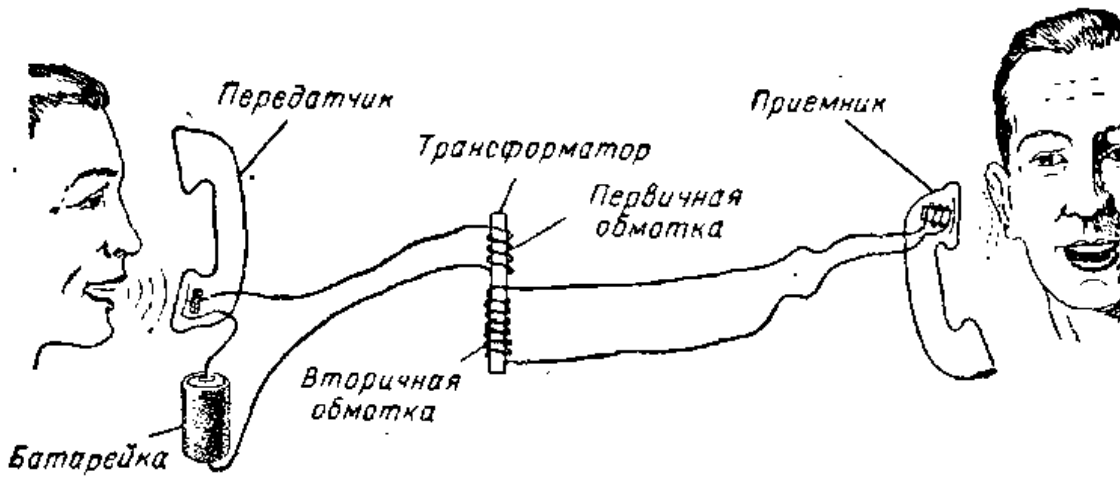

Рис. VI.8. Простая телефонная линия с повышающим трансформатором для связи микрофона с телефоном
**Простая телефонная линия.** Чтобы соединить микрофон с телефоном, обычно используют повышающий трансформатор. Этот трансформатор значительно повышает небольшое напряжение, создаваемое микрофоном, и подает его на телефон (рис. VI.8). Первичная обмотка трансформатора соединена с микрофоном, а вторичная — с телефоном. Меняющийся по величине постоянный ток, создаваемый в микрофоне, возбуждает во вто-